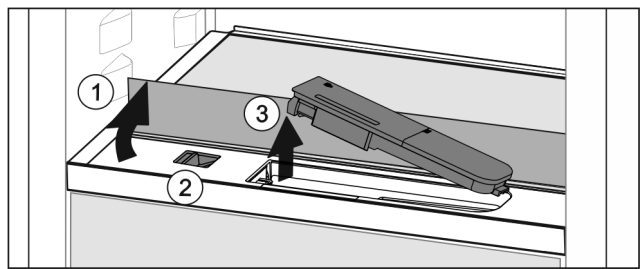

Fig. 54
- ▶ Soulever la tablette et la rabattre vers l'arrière jusqu'à la butée Fig. 54 (1).
- ▶ Pousser le curseur Fig. 54 (2) vers la gauche.
- ▶ Sortir le filtre à eau Fig. 54 (3).